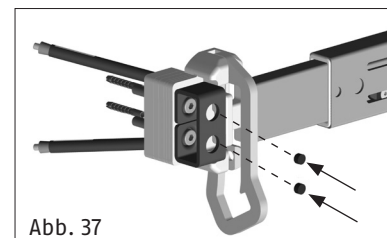

Abb. 37
4. Befestigung des Schließkastens siehe „Schließkastenmontage mit Anschraubplatte“. Abschließend Sicherheitsstopfen in die Innensechskantkontur der Schrauben einschlagen. (Abb. 37).